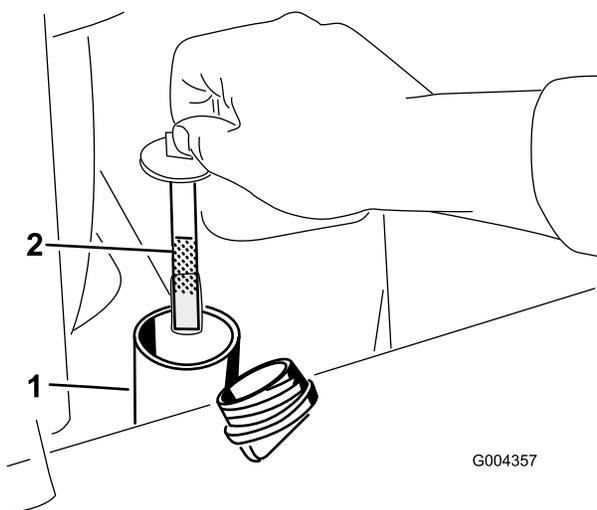

**Рисунок 59**
5. Очистите зону вокруг заливной горловины и крышки гидравлического бака (Рисунок 59).